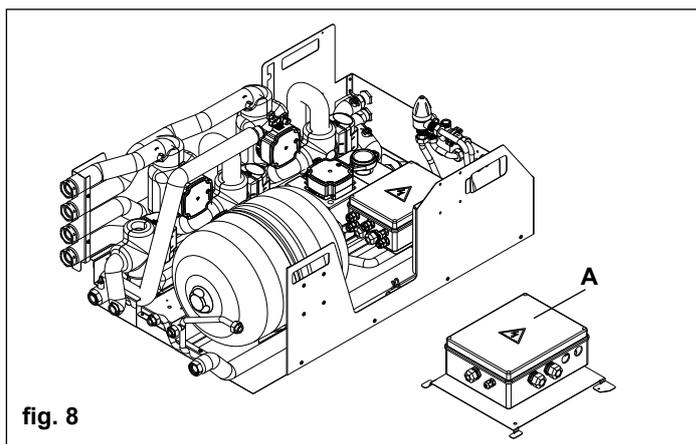

fig. 8
- posizionare il gruppo distribuzione ibrido analogico su una superficie piana per evitare di danneggiare i vari componenti preassemblati (fig. 8); non sganciare la scatola schede gestione (A) prima di aver rimontato il modulo nel box.